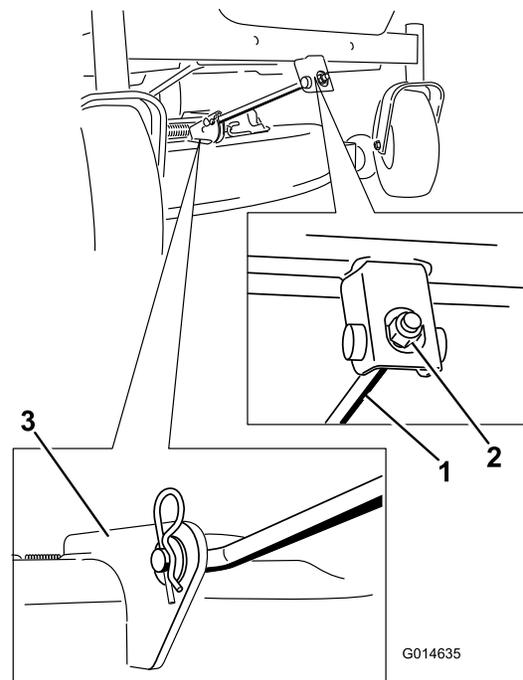

Рисунок 69
5. Снимите игольчатый шплинт с переднего опорного стержня и снимите стержень с кронштейна деки (Рисунок 69).
8. Прикрепите передний опорный стержень к деке газонокосилки с помощью шплинтуемого штифта и игольчатого шплинта (Рисунок 69).